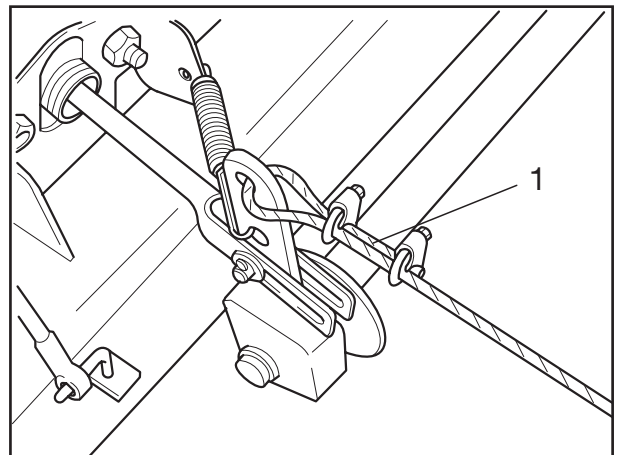

Fig. 25
[38] Handbremsseile anbauen (Fig. 25/1), falls vorhanden.
- [38] Fit the parking brake cables (Fig. 25/1), if present.
- [38] Le cas échéant, installer les câbles de frein à main (Fig. 25/1).